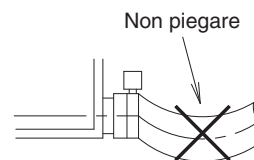

Fig. 27
- Non piegare il tubo flessibile di scarico (1) nell'unità interna.
- (Fare riferimento alla Fig. 27)**